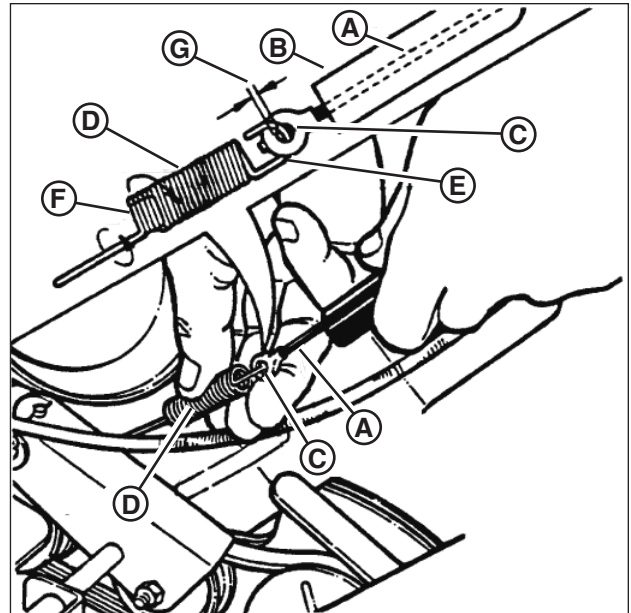

Figure 22: Réglages de la commande d'entraînement de roue
1. La commande d'entraînement de roue est bien réglée lorsqu'un dégagement de 1/16 po (1,58 mm) à 1/8 po (3,18 mm) (**G**, **Figure 22**) existe (entre l'intérieur du crochet à ressort (**E**) et l'intérieur de l'œil du câble d'embrayage (**C**) avec la commande d'entraînement de roue relâchée.